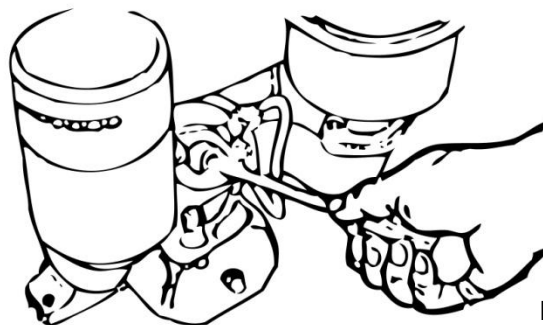

Рис. 20
- Открутите гайку с верхней части инжектора и отрегулируйте давление, поворачивая и регулируя винт при помощи отвертки. При вкручивании винта давление понизится, и наоборот, давление повысится при выкручивании винта (См. Рис.20).